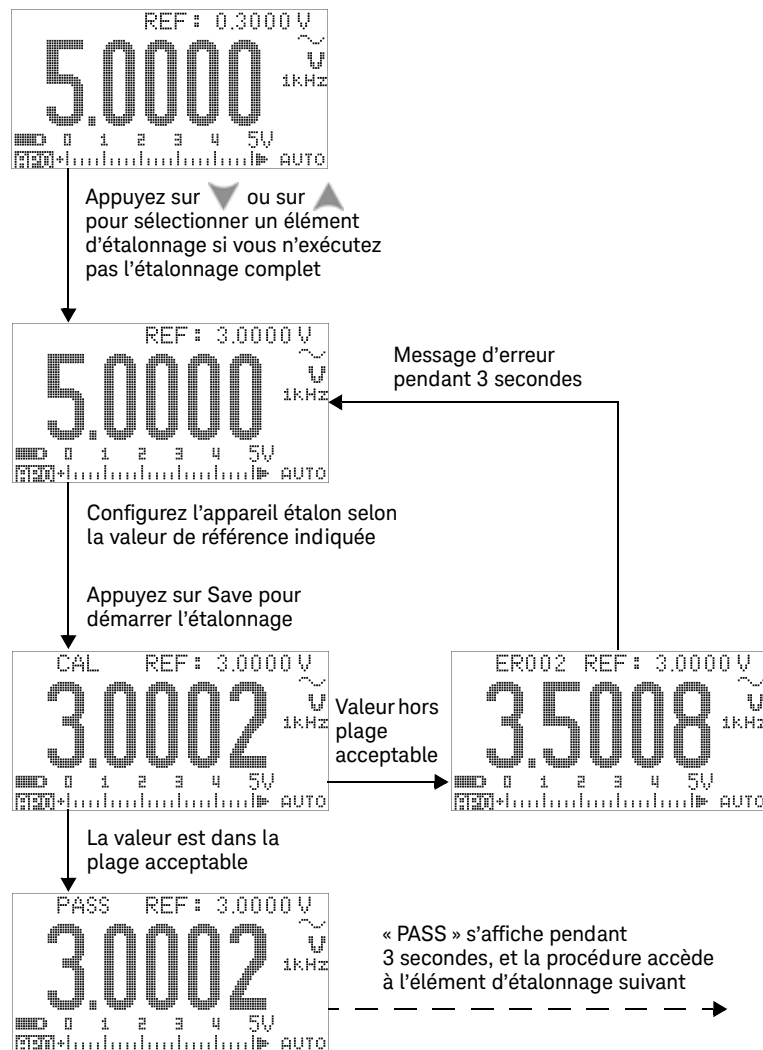

Figure 6-7 Procédure d'étalonnage typique
- 10 Éteignez l'instrument et rallumez-le. Le mode de mesure standard est rétabli. Reportez-vous à la Figure 6-7 à la page 197.